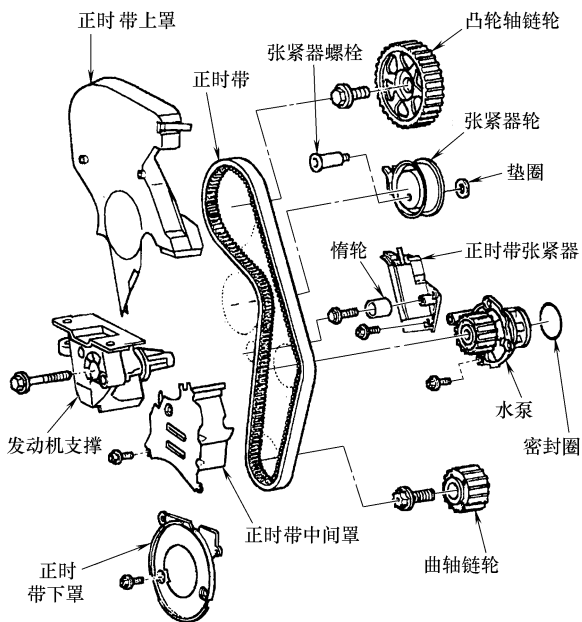

图 1-41 正时带部件
4) 拆下连接燃油蒸发炭罐到节气门体的真空管路。拔下冷却液膨胀箱和燃油蒸发炭罐上的电路接头。拆下正时带上罩。正时带部件如图 1-41 所示。